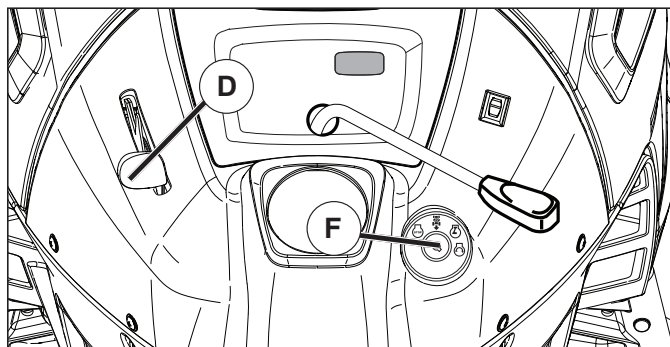

Fig. 17
- Mueva el control de aceleración (D) a la posición lenta.
- Gire la llave de ignición (F) a la posición de apagado "STOP" y remueva la llave al abandonar el tractor para evitar el uso no autorizado.
### PARA USAR EL CONTROL DE LA ACELERACIÓN (D) (Vea Fig. 17)